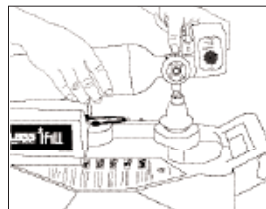

Figure 2
4. Plaats de fles op de cradle en breng de nippelaansluiting op de zuurstoffles in lijn met de vulaansluiting. Duw de fles totdat deze op zijn plaats "klikt" (afbeelding 2). **OPMERKING**– als de kleinere flessen maat M4 of M6 worden gebruikt, moet de deksel van de zuurstofvulaansluiting/flesadapter in de cradle worden gezet ter ondersteuning van de fles. Als de grotere ML6-, C-, D-, of E-flessen worden gebruikt, is de deksel van de zuurstofvulaansluiting/flesadapter niet nodig en kunt u die langs de zijkant laten hangen.